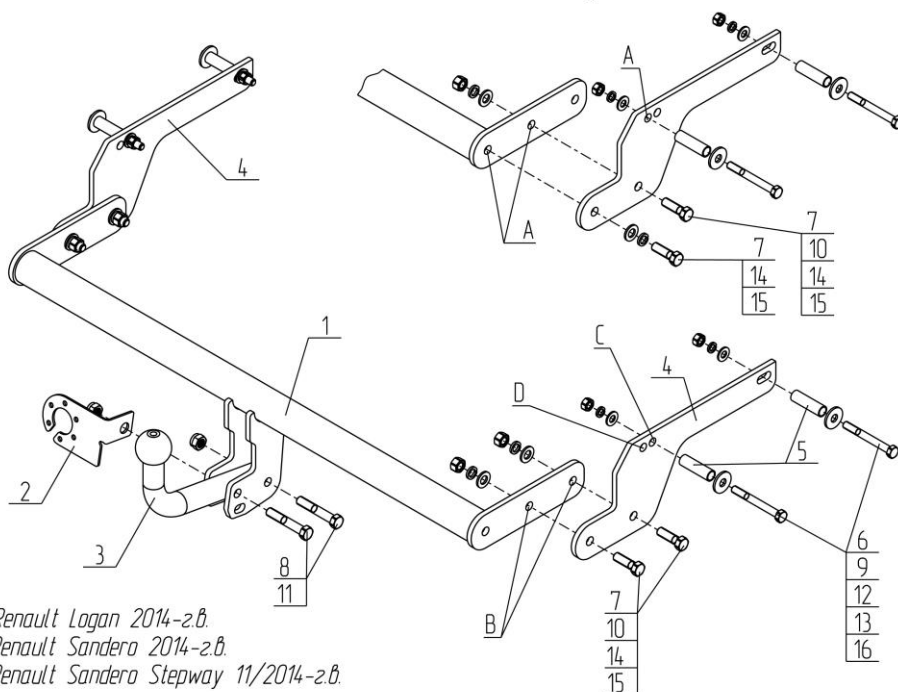

Рис.1 Установка на автомобиль
- Закрепить на автомобиле кронштейны поз.4 с помощью крепежных элементов показанных на Рис.1, используя увеличенные шайбы поз.16 и дистанционные втулки поз.5. Для автомобиля Logan до 2014г.в. используйте отверстия «А», для Logan с 2014г.в. - отверстия «В» и «С», для Sandero и Sandero Stepway с 2014г.в. - отверстия «В» и «Д». **ВНИМАНИЕ!!!** Установка ТСУ без дистанционных втулок может привести к деформации элементов кузова автомобиля при монтаже и их разрушению при эксплуатации! Крепеж не затягивать!